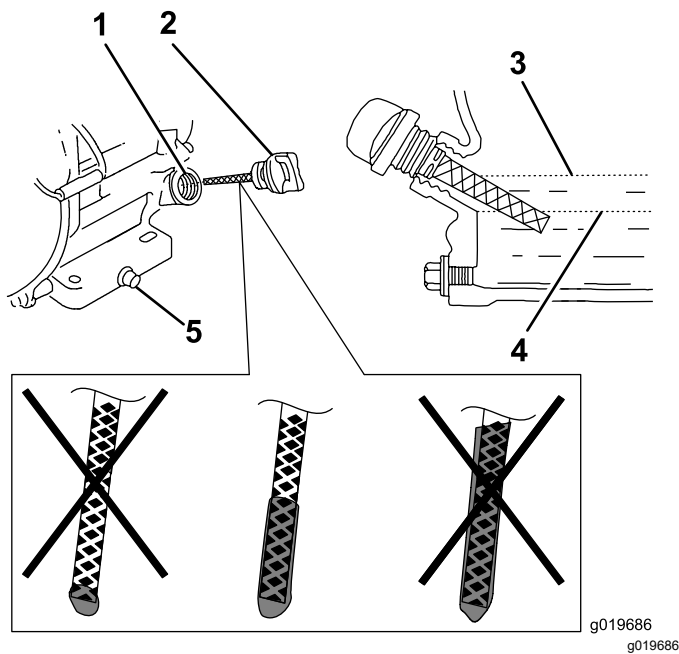

Figura 30
6. Scoateți joja și verificați nivelul uleiului de motor (Figura 30).